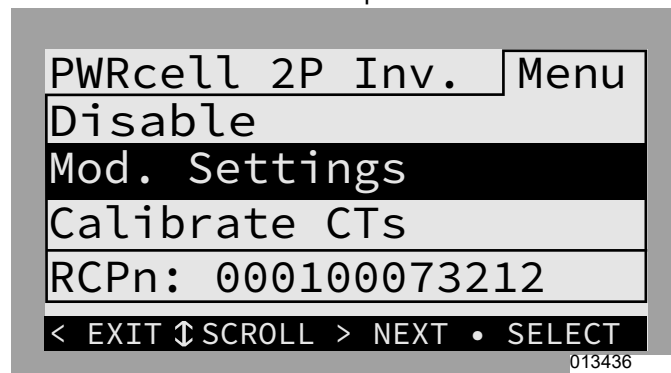
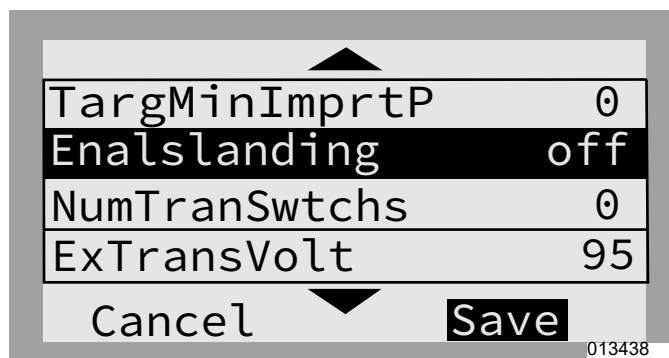

Figura 7-15. Sistema solo PV (1 de 2)
Figura 7-16. Sistema solo PV (2 de 2)
- Consulte la Figura 7-15 y la Figura 7-16. “Mod. Settings” del inversor: